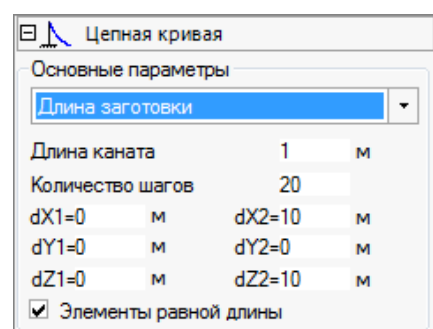

Рис. 2.112
- **Длина заготовки** (рис. 2.112):